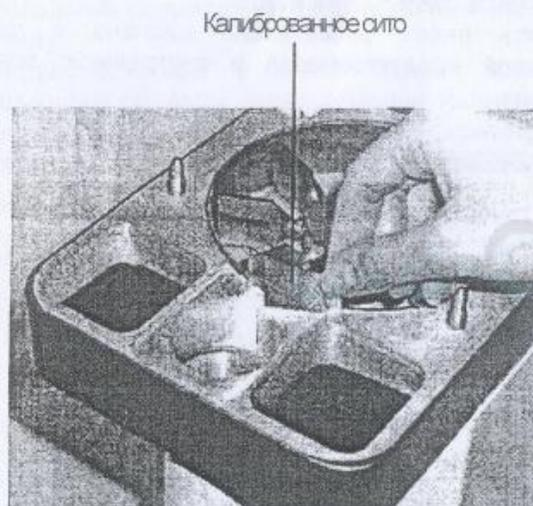

Рис. 8 Установка и замена калиброванного сита
- Вытянуть вверх за центральное отверстие сито (рис. 8).